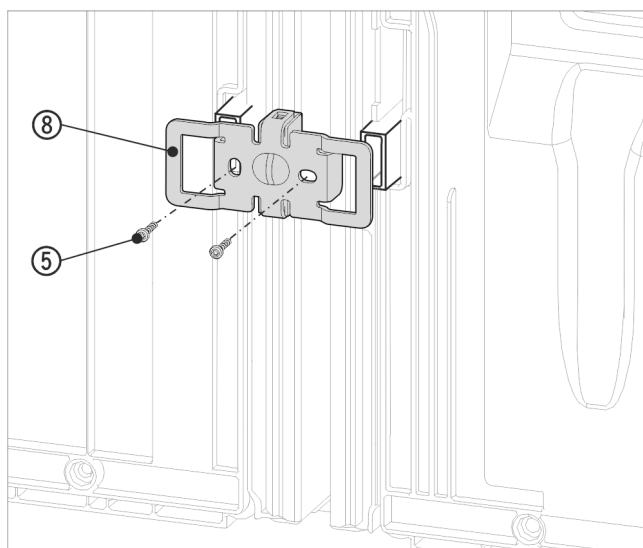

Fig. 18 Simbolična slika
- Kotnik Fig. 18 (8) z odprtinami ponovno potisnite preko nosilca za stenske distančnike.
- Trdno privijte z 2 vijakoma Fig. 18 (5).